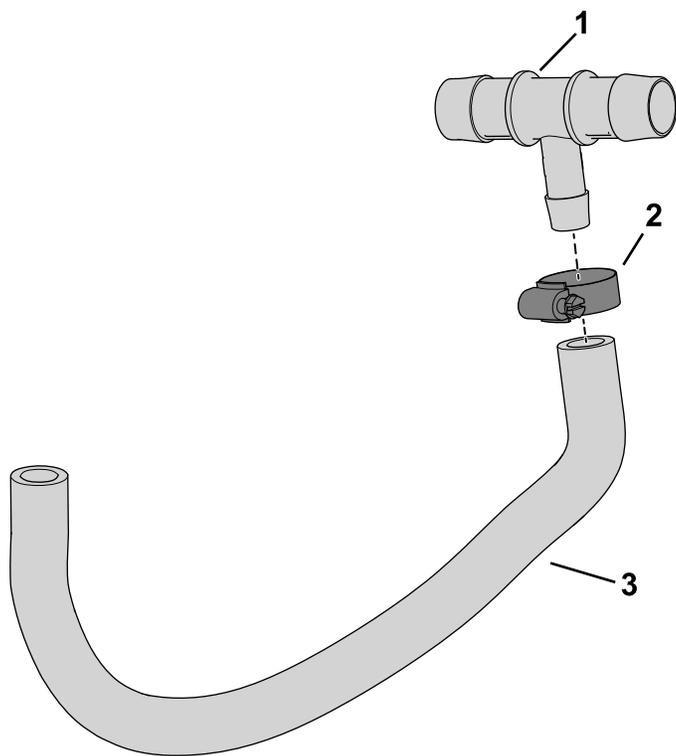

Figura 12
1. Fate scorrere la fascetta stringitubo sul flessibile (Figura 12).
2. Inserite l'estremità dentellata del raccordo a T nel flessibile e fissatela con la fascetta stringitubo, come illustrato nella Figura 12.